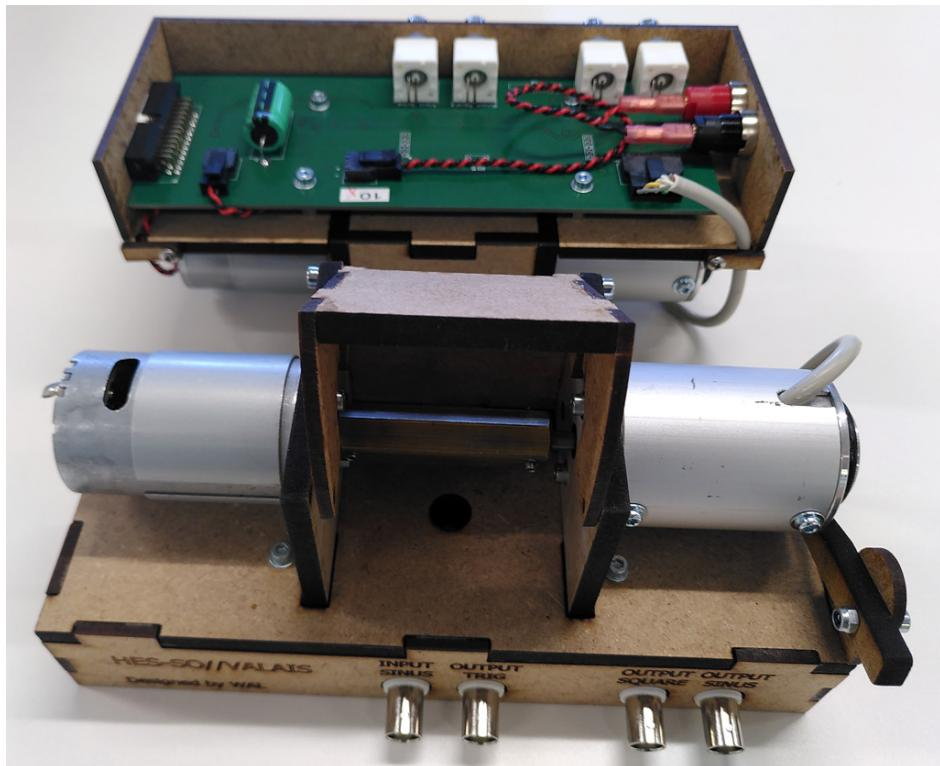

Abbildung 3: Synchro Schlittenaufbau
- Eine Baugruppe..., siehe Abbildung 3